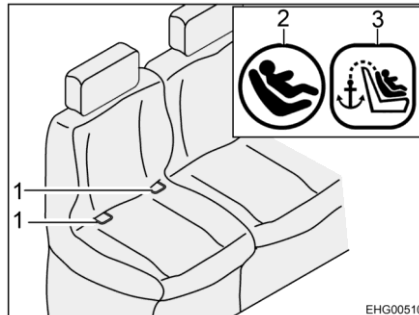
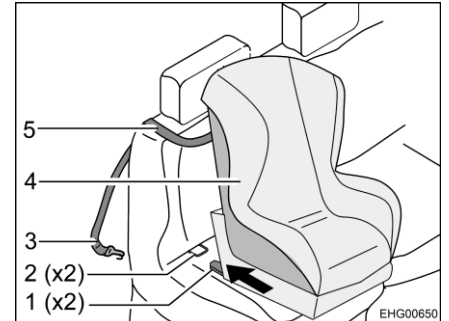

Bild 12 Stol med Isofix
Bild 13 Fastsättning med övre hållrem
- För det övre hållremsskärpet (Bild 13,5) över ryggdynan (mellan nackstöd och säkerhetsbältets omstyrning).
- Haka fast fästkroarna (Bild 13,3) på förankringspunkten på baksidan av nackstödet på fordonssitsen.
- Låt låsarm (Bild 13,1) i fästbygel (Bild 12,1 och Bild 13,2) klicka på plats. Ett tydligt klickande ljud ska höras.
- Kontrollera med ett kraftigt ryck om barnstolen (Bild 13,4) sitter fast.